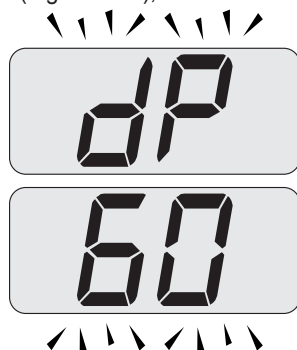

Figura 9.21
- Premendo ulteriormente il tasto 17 è possibile variare nuovamente la potenza in modalità spazzacamino: con visualizzazione sul display LCD delle lettere **dP** che si alternano con il valore di temperatura dell'acqua di riscaldamento (es. **60**), siamo "funzione spazzacamino" alla potenza massima in sanitario" (Figura 9.21);